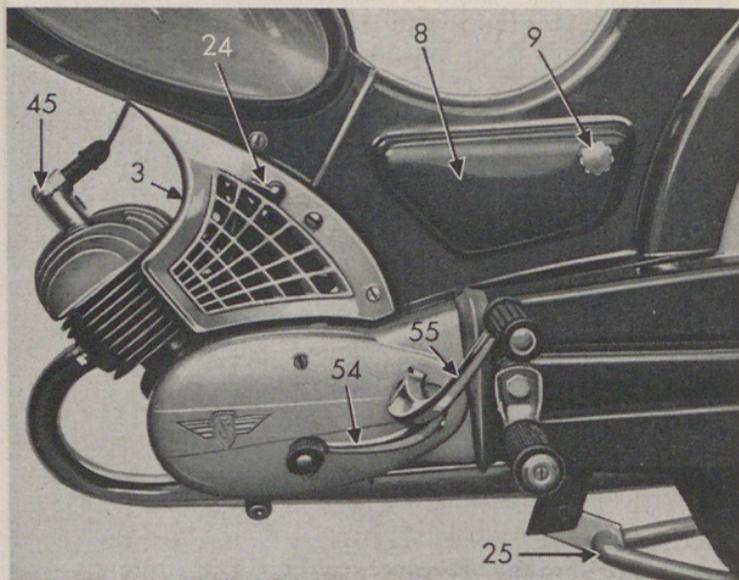
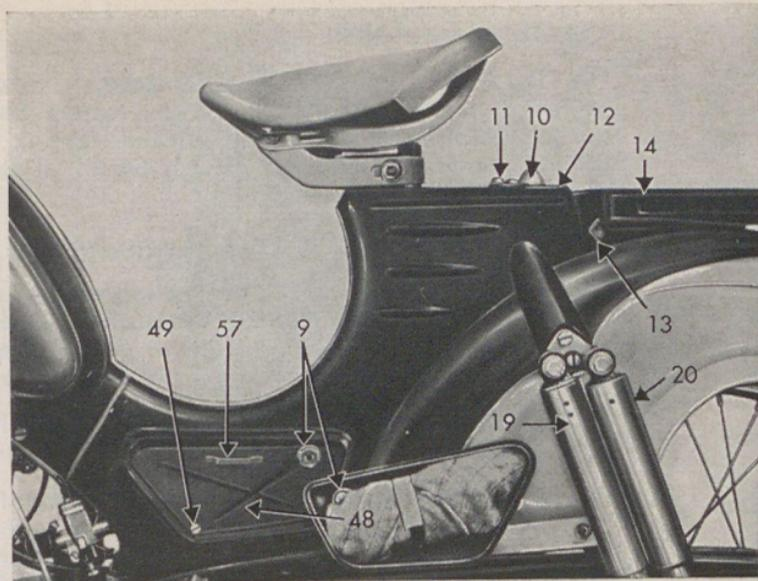

Bild 2
Bild 3
- e) **Der Werkzeugbehälter** 8 (Bild 2) ist in der Mitte des Fahrzeuges angeordnet. Sein Deckel ist auf Wunsch durch ein Schloß gesichert und kann nach Entsperrung oder durch Herausdrehen der Griffschraube 9 abgenommen werden. Bild 3 zeigt den Werkzeugbehälter mit abgenommenem Deckel.
- f) **Der Reifendruck** der Falconette soll bei voller Auslastung vorn 1,6 atü und hinten 2,25 atü betragen. Die Reifen können mit Preßluft oder mit einer Luftpumpe aufgepumpt werden. Die Luftpumpe 10 (Bild 3) ist in einem Behälter (Rahmen) untergebracht und mit einem Deckel 11 abgedeckt, der auf einer Deckplatte 12 drehbar befestigt ist; sie kann nach Beiseitedrehen des Deckels 11 herausgenommen werden.
1. Der Kraftstoffhahn 2 wird geöffnet. Ist der Motor kalt, soll vor dem Starten bei geschlossenem Gasdrehgriff 23 der an der linken Vergaserverkleidung 3 befestigte Druckhebel 24, der den Startschieber im Vergaser schließt, nach vorn bewegt werden (Bild 2). Bei warmem Motor entfällt das Betätigen des Druckhebels, da nur bei kaltem Motor eine Gemischanreicherung notwendig ist.
2. Das Starten des Motors erfolgt, nachdem das Fahrzeug durch Vorwärtsschieben vom Ständer 25 genommen wurde, auf folgende Weise: Der Gasdrehgriff 23 wird durch Rückwärtsdrehen soweit geöffnet, bis ein kleiner Widerstand spürbar ist. Dieser Widerstand darf nicht überwunden werden, da sonst der Startschieber wieder geöffnet wird. Das Getriebe muß auf **Leerlauf** geschaltet sein. Die Leerlaufstellung kann durch kurzes Hin- und Herschieben des Fahrzeuges und gleichzeitiges Herauf- bzw. Herunterschalten des Fußschalthebels ermittelt werden. Der Kickstarterhebel 55 (Bild 2) wird durch einfaches Umklappen in Startstellung gebracht und bei Leerlaufstellung des Getriebes kräftig durchgetreten. Sollte der Motor nicht sofort anspringen, wird das Durchtreten wiederholt. Läuft der Motor, ist der Kupplungshebel 26 zu ziehen und durch Heruntertreten des Schalthebels 54 (Bild 2) auf den 1. Gang zu schalten, Gas zu geben und die Kupplung langsam loszulassen.